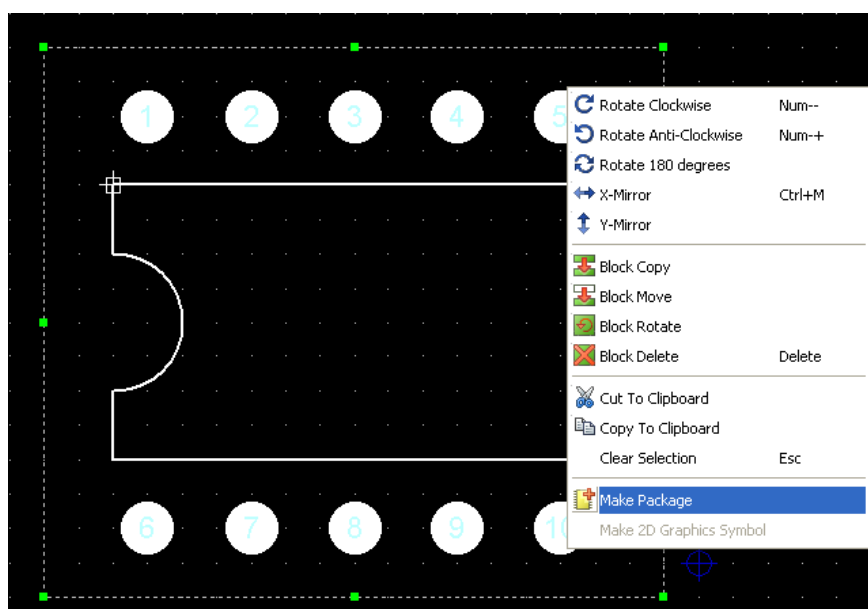

Figura 89: Menu **Make Package** para configuração do encapsulamento.
10. Selecione o conjunto e clique com o botão direito sobre o mesmo, abrirá um menu, figura 89. Escolha a opção **Make Package** a fim de configurar o encapsulamento.